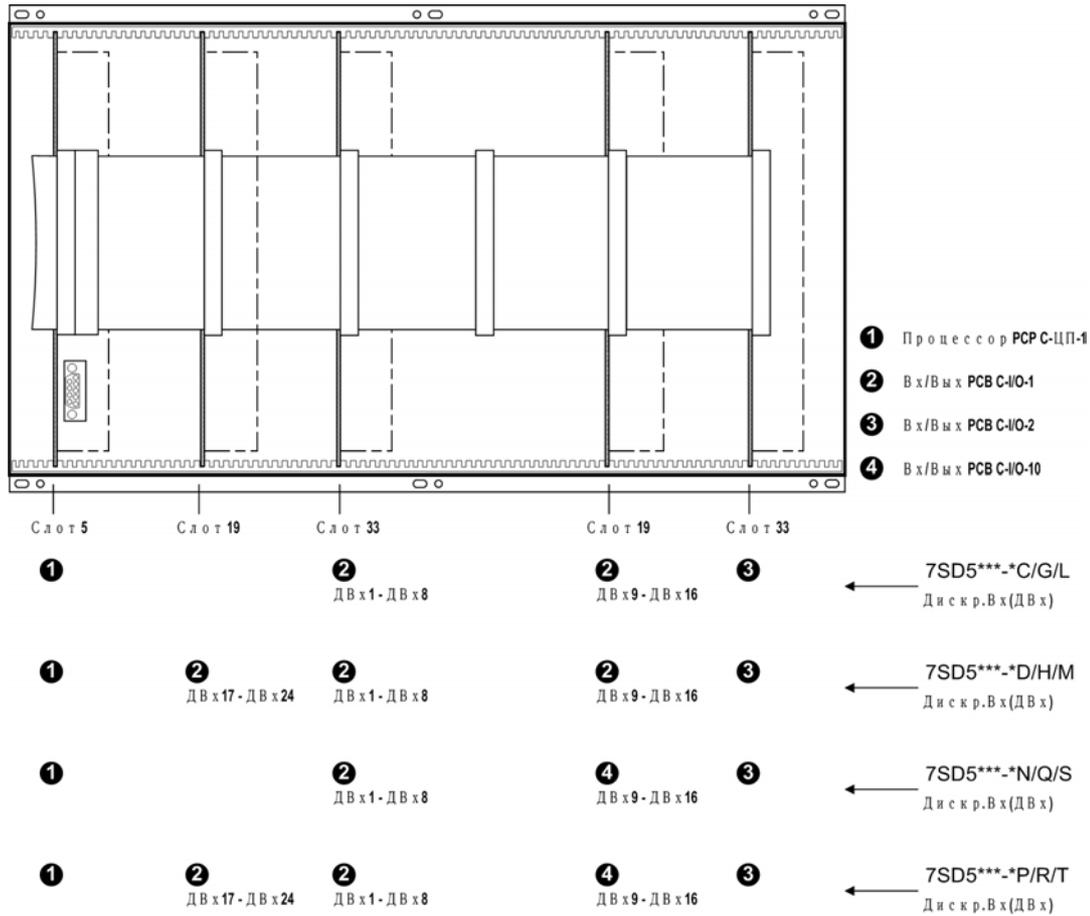

Рисунок 3-4 Вид спереди на устройство с размером корпуса 1/1 после удаления передней панели (упрощено и уменьшено)
- Для версий 7SD5***-***D/H/M** (размер корпуса $1/1$ с 32 дискретными выходами) это возможно для дискретных выходов BO16 и BO24 (Рисунок 3-4, слот 19 слева и справа);
- Для версий 7SD5***-***C/G/L** (размер корпуса $1/1$ с 24 дискретными выходами) это возможно для дискретного выхода BO16 (Рисунок 3-4, слот 19 справа);
- Для версий 7SD5***-***P/R/T** (размер корпуса $1/1$ с 32 дискретными выходами) это возможно для дискретного выхода BO24 (Рисунок 3-4, слот 19 слева).